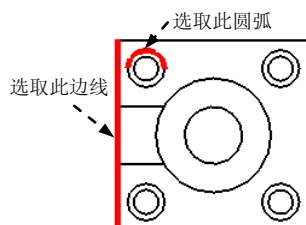
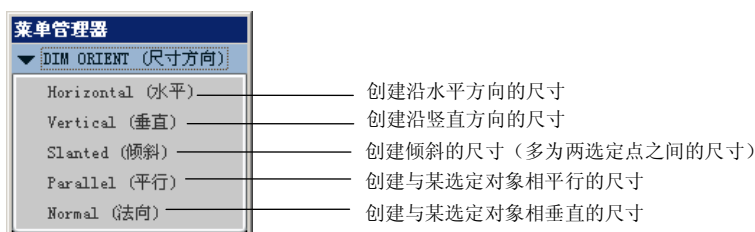

图 5.2.23 选取圆弧
图 5.2.24 “尺寸方向”菜单
Step3. 在弹出的 **ATTACH TYPE (依附类型)** 菜单中选择 **Center (中心)** 命令，选取图 5.2.23 所示
的圆弧；再在 ▼ ATTACH TYPE (依附类型) 菜单中选择 Midpoint (中点) 命令，选取图 5.2.23 所示的边线，单击中键，系统弹出图 5.2.24 所示的 ▼ DIM ORIENT (尺寸方向) 菜单。